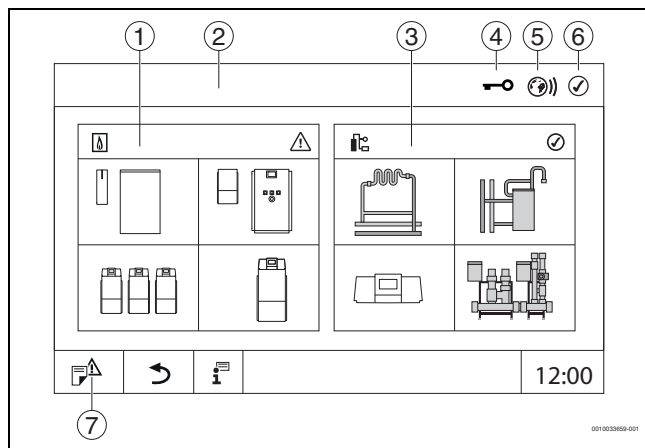

Рис. 8 Обзор системы (пример)
- ▶ Коснитесь **установка** (→ рис. 8, [3], стр. 16).